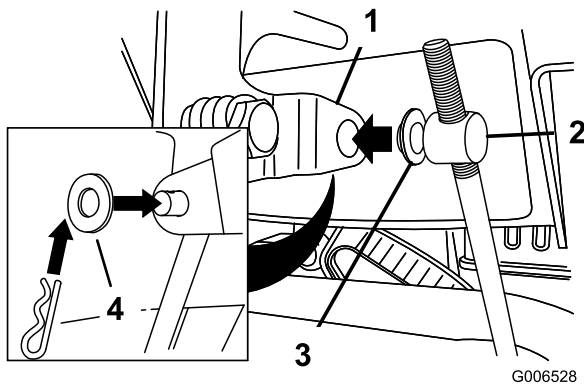

Bild 12
- Entfernen Sie den Splint und die äußere Scheibe vom Drehzapfen am oberen Ende der Geschwindigkeitsschaltstange (Bild 12).
Hinweis: Lassen Sie die Flachscheibe auf dem Drehzapfen, um den Einbau zu vereinfachen (Bild 12).
6. Heben Sie die Geschwindigkeitsschaltstange an und setzen Sie den Drehzapfen in das Loch im Geschwindigkeitsschalthebel (Bild 12).
- B. Schließen Sie den Drehzapfen vom Geschwindigkeitsschalthebel ab (Bild 12).
- C. Drehen Sie den Drehzapfen auf der Geschwindigkeitsschalstange nach unten (nach rechts) (Bild 12).
- D. Schließen Sie den Drehzapfen am Geschwindigkeitsschalthebel an (Bild 12).
- C. Drehen Sie den Drehzapfen an der Geschwindigkeitsschaltstange nach oben (nach links) (Bild 12).